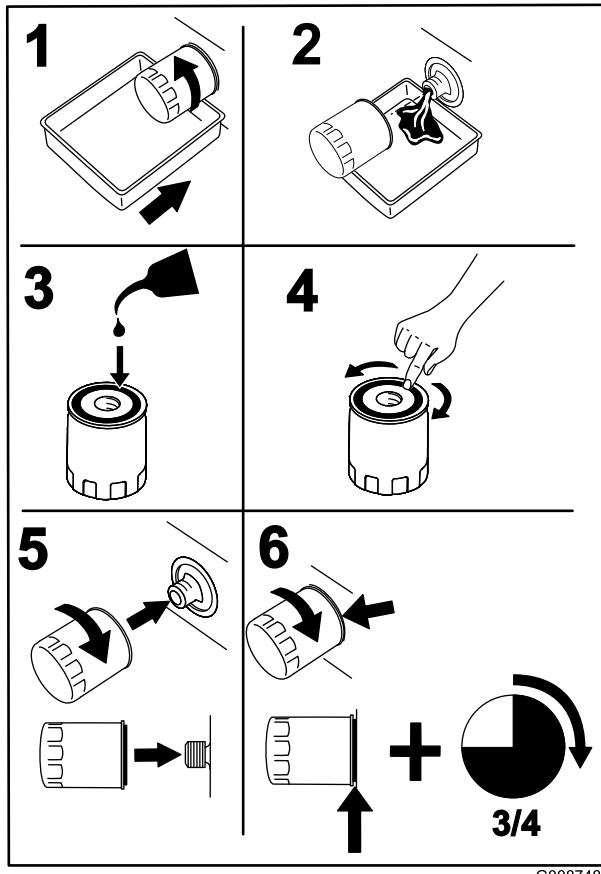

Figura 41
2. Cambiate il filtro dell'olio del motore (Figura 41).